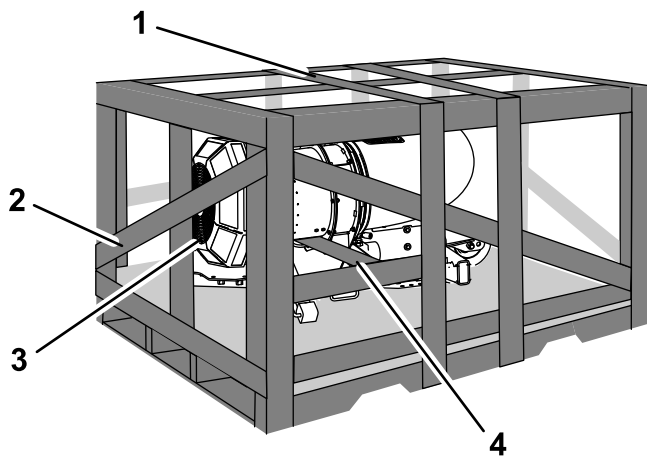

Figure 3
1. Retirez le haut de la caisse (Figure 3).
2. Enlevez le côté de la caisse qui se trouve vers le haut de la machine (Figure 3).
3. Enlevez la planche située sous le carter du souffleur (Figure 3).